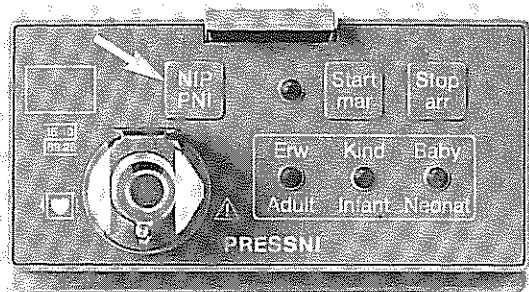

Bild 6
- * Rufen Sie das Signalbild mit der Taste NIP/ PNI am PRESSNI-Modul auf (Bild 6).